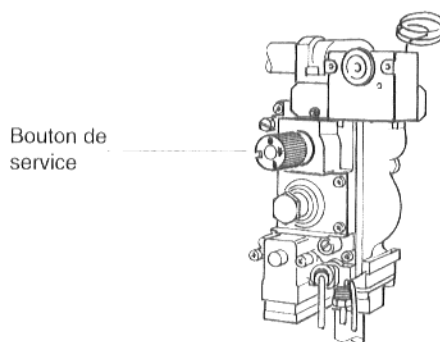

Fig. 7
- Tourner le bouton de service du bloc gaz du brûleur dans le sens des aiguilles d'une montre jusqu'en butée (fig. 7).
- Tourner le bouton de service du bloc gaz du brûleur dans le sens des aiguilles d'une montre jusqu'en butée (fig. 7) (jusqu'au symbole "point", enfoncer légèrement en tournant).